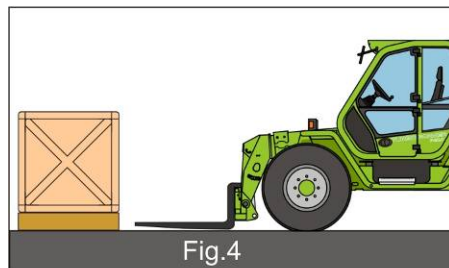
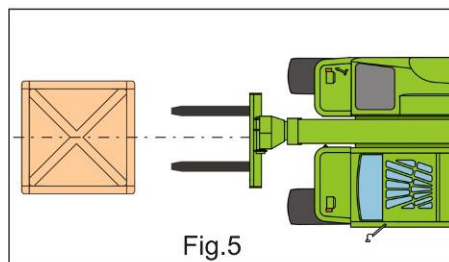

Fig.4
Fig.5
- posizionare la macchina in prossimità del carico da sollevare con il braccio telescopico completamente rientrato e le forche in posizione orizzontale (Fig.4)
- ruotare il selettore del comando del cambio (19) ed il selettore del senso di marcia (20) in posizione "N"
- regolare la larghezza ed il centraggio delle forche in relazione al carico che s'intende sollevare (Fig.5)